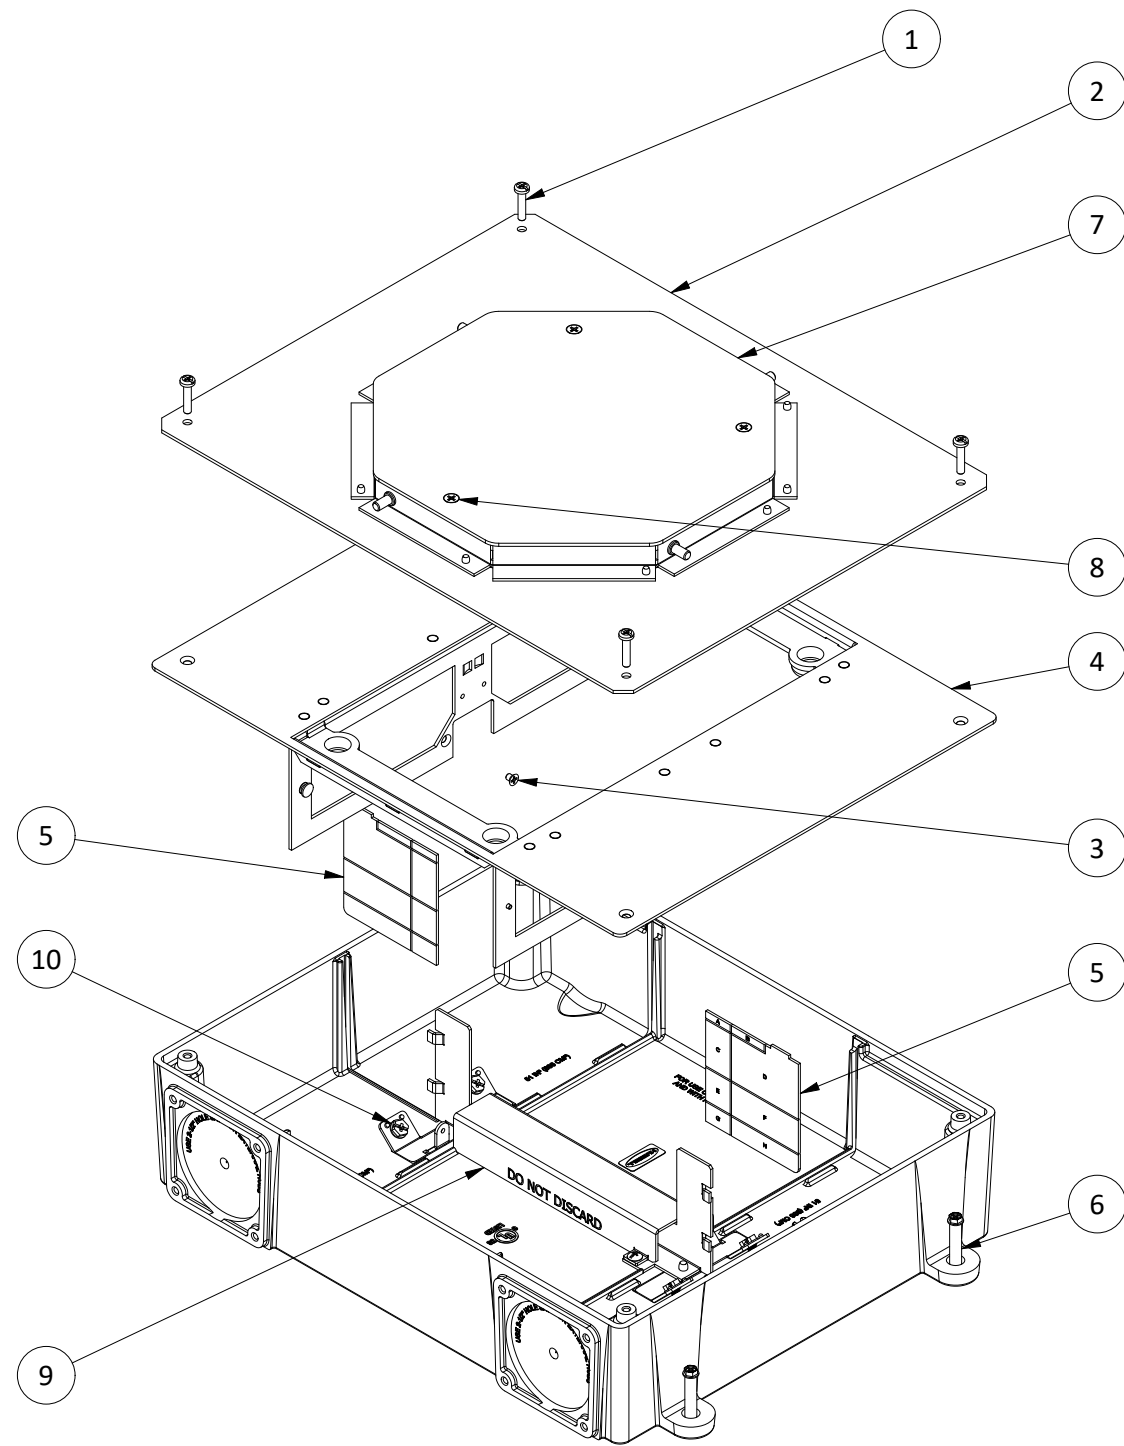

FIGURA 1
ANTES DEL VERTIDO DE CONCRETO, VER LA FIGURA 1
- Si es necesario, instale tornillos de nivelación autorroscantes [6] como se muestra en la Figura 1. Nivele la caja según sea necesario. Asegúrese de establecer la altura de la parte superior de la cubierta temporal [7] para que quede al ras con el nivel final del vertido de concreto.